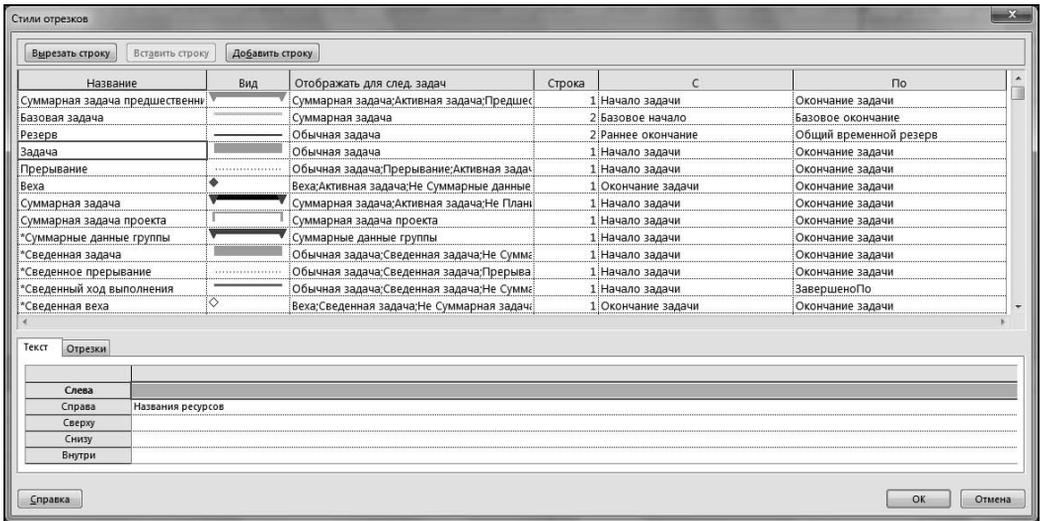

Рис. 8.27. Окно управления выводом текстовых надписей на отрезках задач
6. Щелкнуть левой кнопкой мыши по ячейке на уровне строки **Справа** и убедиться, что для этой задачи против поля **Справа** выбрано значение **Названия ресурсов** (рис. 8.27).